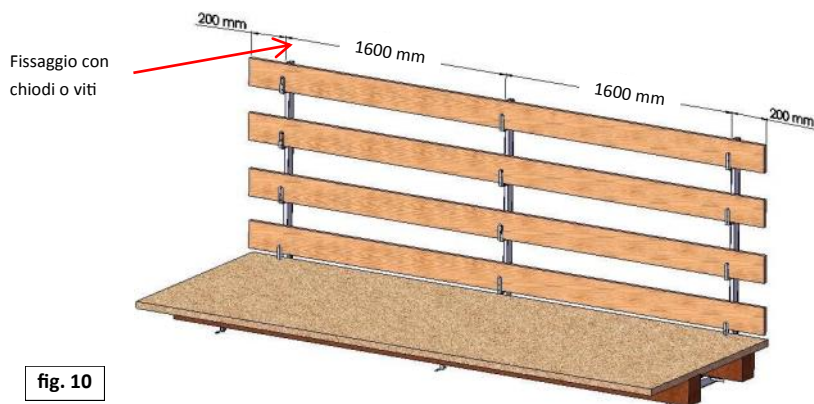

fig. 10
- Procedere come sopra al fissaggio degli altri montanti ad una distanza massima di 1600 mm, a copertura totale del vuoto da proteggere (vedi fig. 10 a pag. 9);
- Completare il montaggio del sistema di protezione provvisorio, inserendo negli appositi sostegni, le tavole (fig. 10 a pag. 9) in legno di abete o di altra essenza (classe minima di resistenza C16 – UNI EN 338), o altri profili metallici in grado di resistere ai carichi richiesti dalla normativa UNI EN 13374;